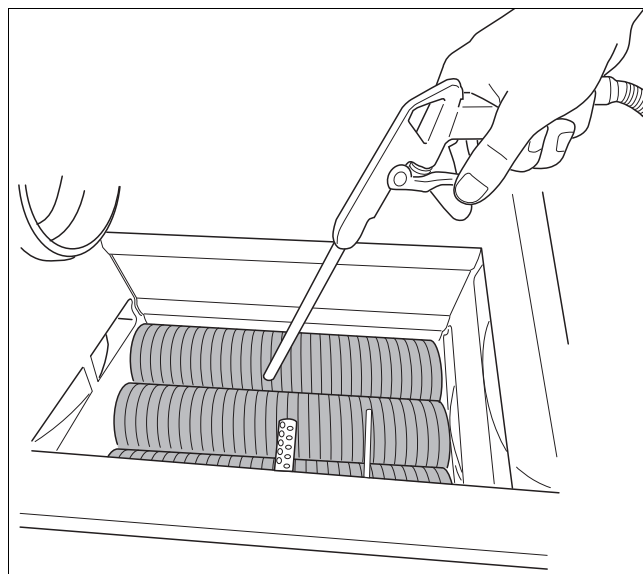

Bild 121 Rengöra värmeväxlaren
- Rengör värmeväxlaren med tryckluft eller en mjuk borste (bild 121).